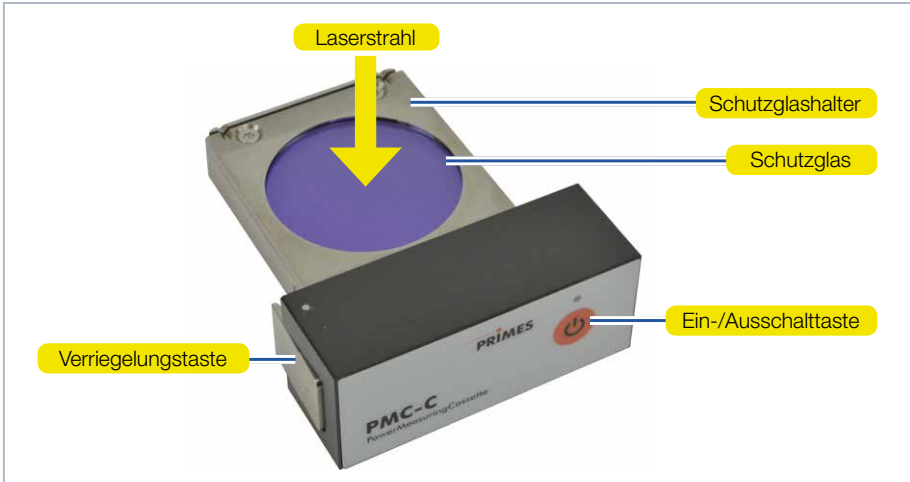

Abb. 5.1: Systembeschreibung der PMC-C
5. Schieben Sie das Gerät in den Schacht des Laserbearbeitungskopfes, bis der Verriegelungstaste (siehe Abb. 5.1 auf Seite 11) einrastet.
3. Drücken Sie die Verriegelungstaste (siehe Abb. 5.1 auf Seite 11) und nehmen Sie das Gerät aus dem Laserbearbeitungskopf.